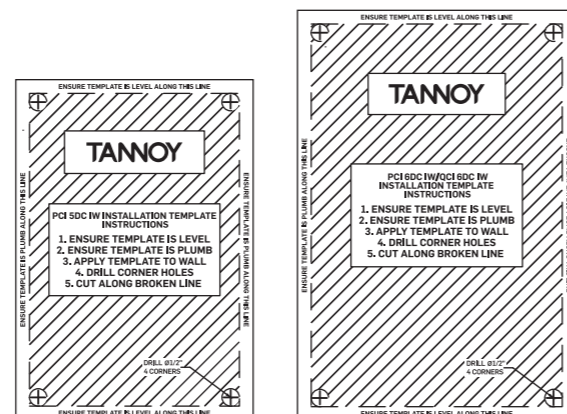
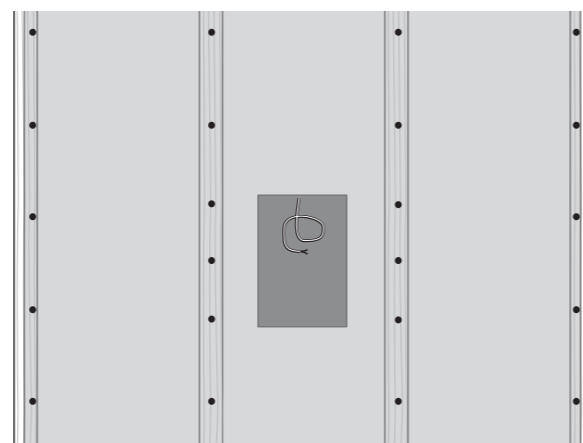

Fig. 1. Cutout Templates
Fig. 2. Drywall Cutout centered between Wall Studs
2. Użyj dostarczonych szablonów wycięć (Rys. 1) w żądanym miejscu i ostrożnie wytnij otwór w płycie gipsowo-kartonowej za pomocą odpowiedniego narzędzia ręcznego. Usuń kurz i zanieczyszczenia z otworu (rys. 2).